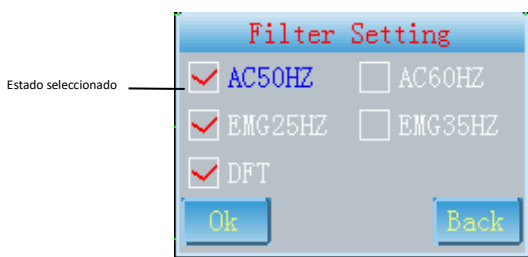

Fig. 7-3
1. Acceder a la interfaz "Filter Setting" (ajustes de filtro) como en la Fig.7-3.